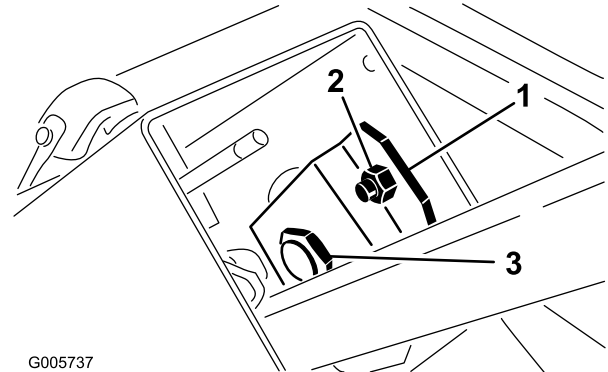

Bild 75
2. Lösen Sie die kleine Mutter, drehen Sie die Schwenkhalterung, bis die große Mutter darunter fest angezogen ist (Bild 75). Ziehen Sie die kleine Mutter wieder an.
1. Nehmen Sie das Handrad von der Feststellbremse und die Schrauben von der Lenksäulenabdeckung ab. Schieben Sie die Abdeckung auf die Lenkwelle, um die Schwenkhalterung freizulegen (Bild 75).